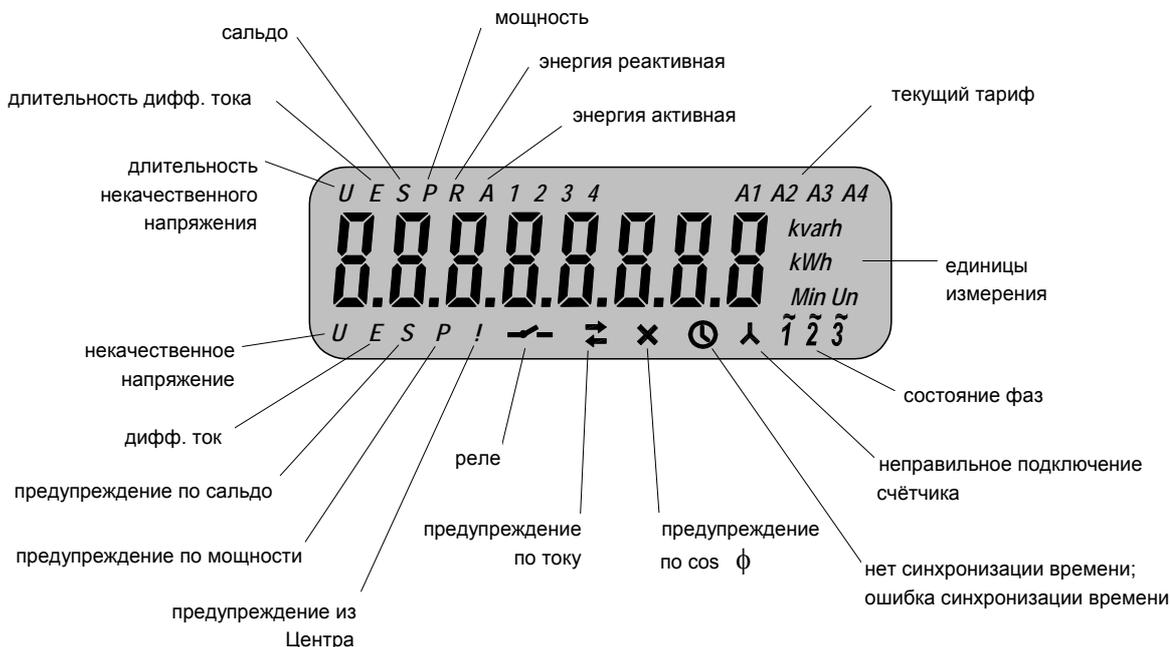

Рис. 6.3 Информация, выводимая на дисплей
1. Высвечиваются все сегменты дисплея, как показано на рис. 6.3.
Дисплей представляет собой 8-разрядный жидкокристаллический индикатор, содержащий дополнительные информационные знаки, характеризующие тип выводимой информации (рис. 6.3).